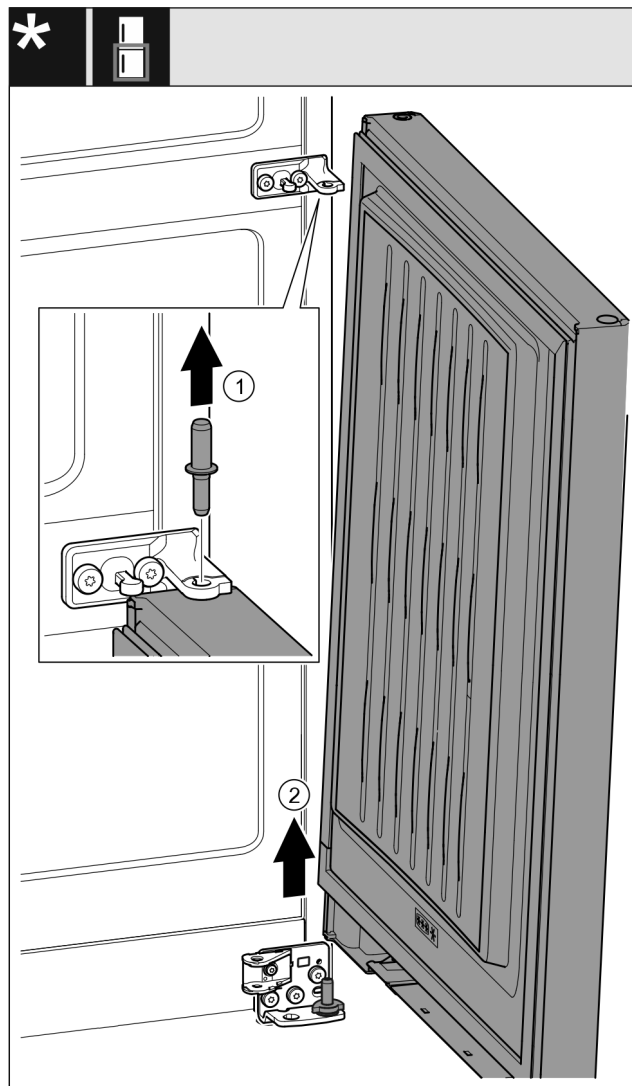

Fig. 22 С амортизатором закрывания двери*
- ▶ Извлеките палец Fig. 22 (1) движением вверх.*
- ▶ Отведите дверь Fig. 22 (2) в сторону, потяните вверх и оставьте ее.*